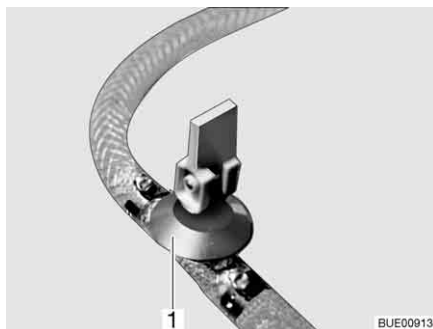

Bild 142 Avtappningskran
- Stäng avtappningskranen/avtappningskranarna. Ställ vipparmen (Bild 142,1) i vågrätt läge.
- Öppna avtappningskranen/avtappningskranarna (Bild 142). Ställ vipparmen (Bild 142,1) i lodrätt läge. Varmvattenberedaren töms utåt.